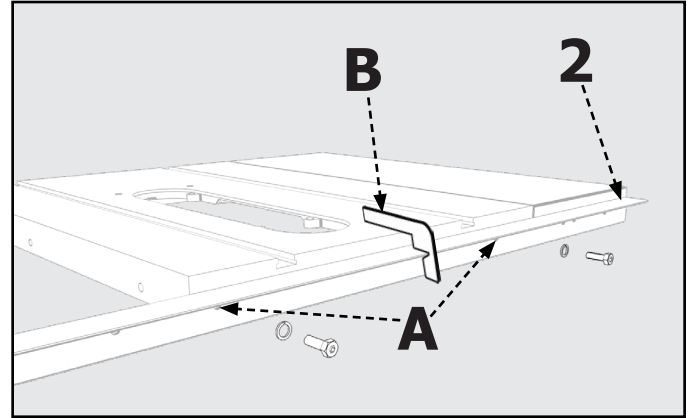

FIGURA 4
1. Con el borde del carril guía trasero (1) colocado cerca del brazo de extensión izquierdo, alinee ambos orificios de la mesa con ambos orificios del carril guía trasero, como se indica en la ubicación "A" de la **Figura 4**.